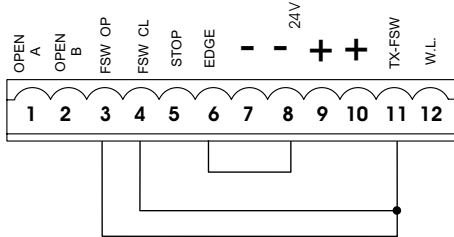

Fig. 33
**N.B. Si on n'utilise aucun dispositif de sécurité, ponter les bornes d'après la fig. 33.**
**Nota bene: Si on ne connecte aucun dispositif de sécurité en ouverture, ponter les entrées OP et -TX FSW (fig. 33).**
**Nota bene: Si on ne connecte aucun dispositif de sécurité en fermeture, ponter les bornes CL et -TX FSW (fig. 33).**
**Notabene: Si les dispositifs de sécurité bord ne sont pas connectés, ponter les entrées EDGE et -.** (fig. 33).